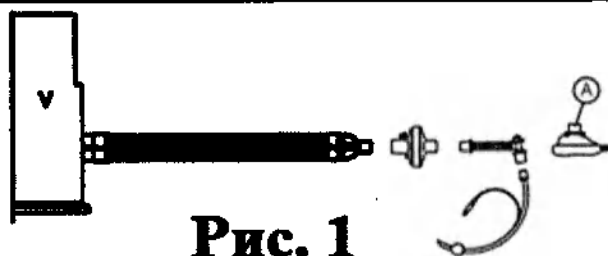

Рис. 1
d. Если контур снабжен влагоуловителем, то этот элемент необходимо расположить в самой нижней точке инспираторной или экспираторной ветви контура. Как можно чаще контролируйте уровень жидкости в влагоуловителе и, по мере необходимости, опорожняйте это устройство; после каждой подобной процедуры проверяйте, надежно ли восстановлена герметичность влагоуловителя. Удаляйте жидкие отходы в соответствии с принятыми в данном медицинском учреждении правилами. e. Контур может иметь односторонние клапаны; перед использованием таких клапанов в работе проверяйте их на рабочую функцию и направление потока. f. Если контур имеет в экспираторной линии клапан (PEEP), проверяйте функционирование этого клапана, поворачивая регулировочное кольцо. Ограничение давления достигается поворотом регулировочного кольца против часовой стрелки. Контролируйте заданное давление (в диапазоне от 5 до 20 см водного столба) при помощи манометра. g. Надувная маска (точка А на рис. 1) снабжена подушкой, регулирующей клапан давления. При необходимости присоедините к люэровскому адаптеру клапана шприц и отрегулируйте надувание подушки до нужного уровня. Отсоедините шприц и проверьте систему на герметичность.